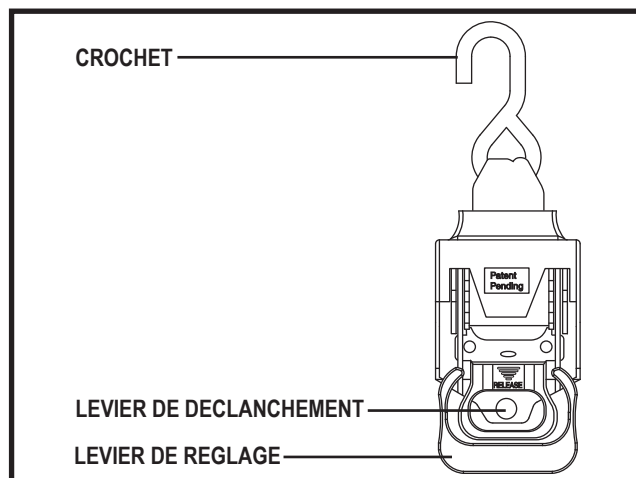

Figure 14. Courroie d'ancrage rétractable
- Resserrez le levier de déclenchement et le levier de réglage sur la courroie d'ancrage rétractable et amenez les deux leviers de façon simultanée vers l'avant à un angle de 90 degrés jusqu'à leur verrouillage en position. Cela débloquera la courroie d'ancrage rétractable. **Voir les figures 14 et 15.**
- Une fois chaque courroie fixée en position, resserrez simultanément le levier de déclenchement et le levier de réglage et amenez les deux leviers vers l'arrière dans leur position initiale. Cela bloquera la courroie d'ancrage rétractable. **Voir les figures 14 et 15.**